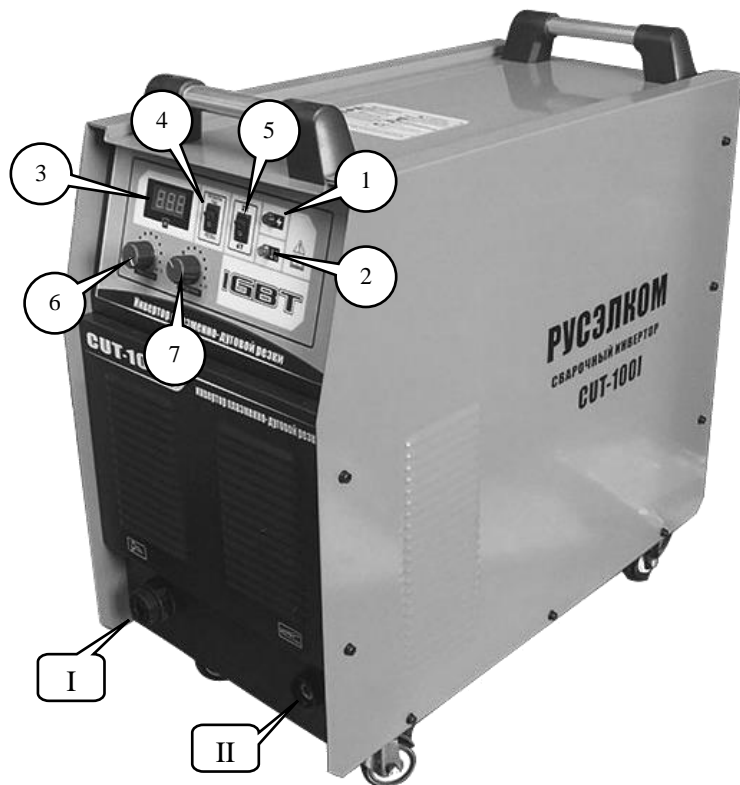

Рис.1. Органы управления и индикации аппаратов.
- Подключить универсальный разъем воздушно-плазменной горелки к разъему I (Рис.1) аппарата.